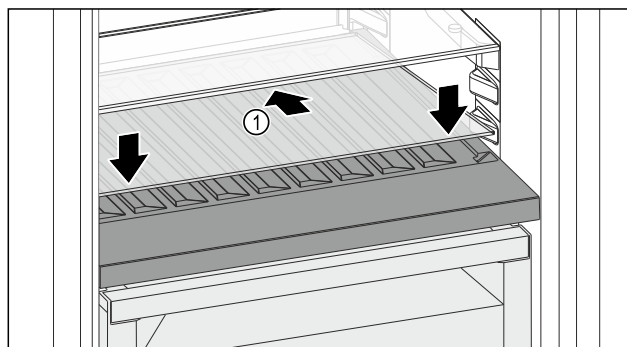

Fig. 111
- Вставте скляну полицю Fig. 111 (1) під кутом, нахиливши назад і донизу.
- Опустіть скляну полицю Fig. 111 (1) вперед.